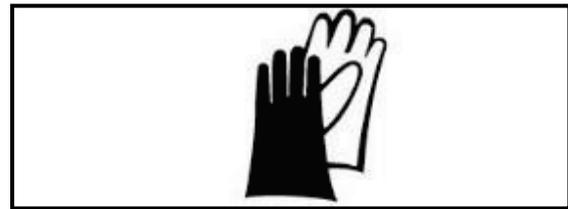

Fig. 117 Utilizar guantes de protección
- ➔ Llevar guantes de protección a modo de protección frente a lesiones originados por aplastamiento en partes de la máquina o cortes en cuchillas afiladas durante el cambios de cuchillas (Fig. 117).